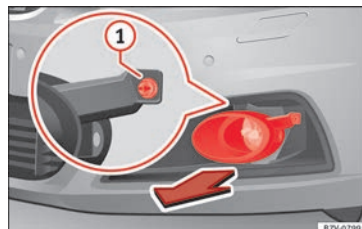

Fig. 110 I forreste stødfanger til højre: afmontering af forlygte
1. Træk afdækningen fremad i pilens retning » **Fig. 110**.
2. Skru skruen » **Fig. 110** ① ud med skruetrækkeren fra bilens værktøj » **Side 87**.
10. Skru skruen » **Fig. 110** ① fast med skruetrækkeren.
11. Sæt afdækningen i stødfangeren » **Fig. 110**.